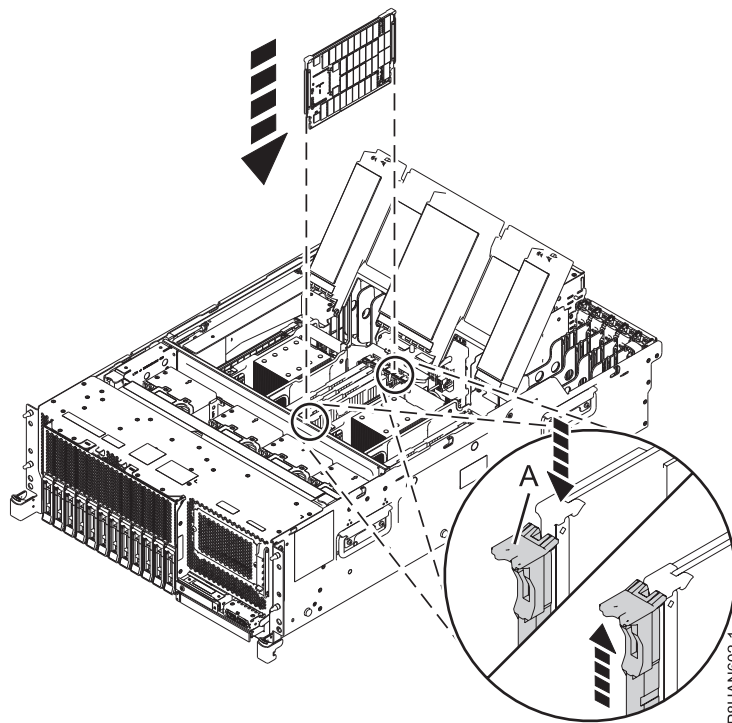

Figura 8. Instalar ou substituir um módulo de memória no sistema 8247-42L, 8286-41A ou 8286-42A
5. Prima o módulo de memória firmemente para a ranhura até a patilha de bloqueio (A) encaixar. Consulte a Figura 8 na página 14.